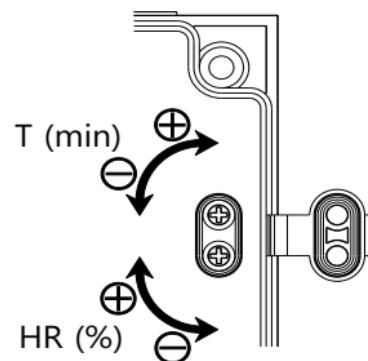

Fig.10
Регулировка значения влажности осуществляется при помощи потенциометра , который размещен в плате с печатной схемой (рис.10) после снятия решетки (1):
- Для регулировки устройства выдержки времени необходимо повернуть потенциометр " ", который размещен в плате с печатной схемой (рис.10):